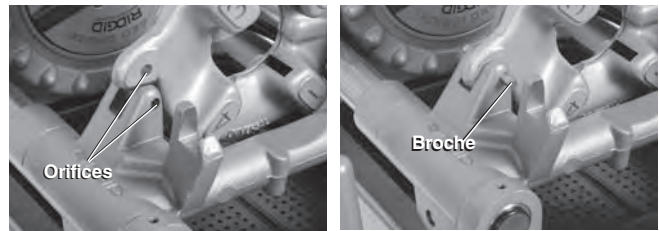

Figure 26 – Rétention de la tête de filière à gauche
2. Enfilez une broche de $\frac{5}{16}$ " et de 2" de long à travers les orifices du support de chariot et de la tête de filière à gauche pour la retenir (Figure 26).